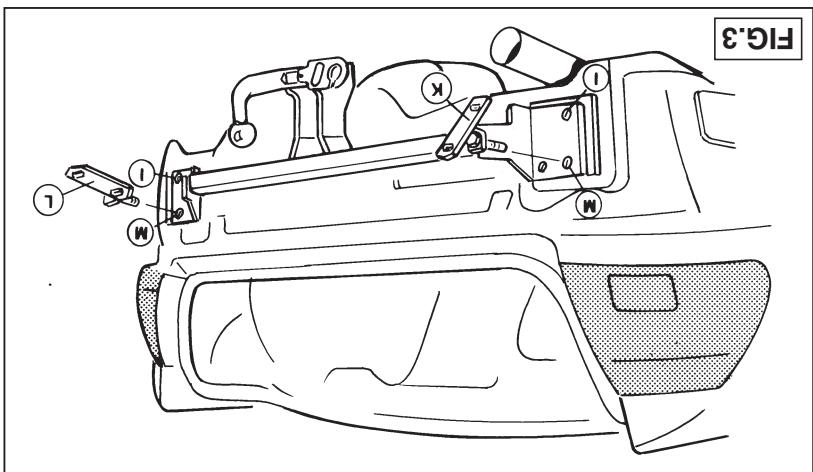

FIG.3
3. Plaats de trekhaak overeenkomstig fig.3. Bevestig t.p.v. de punten I twee bouten M12x40 inclusief sluitringen en zet deze overeenkomstig de tabel vast. Plaats overeenkomstig fig.3 en schets de bij de trekhaak meegeleverde bumpersteunen K en L in de bumper en zet deze met het originele bevestigmateriaal vast.
3. Fit the tow bar as shown in fig. 3. Fit two M12x40 bolts with flat washers at points I and tighten them to the values shown in the table. Fit the bumper brackets K and L supplied with the tow bar in the bumper, as shown in fig. 3 and the sketch, and fasten these with the original fasteners.
3. Die Kupplungsstücke mit Halterung gemäß Fig. 3 anbringen.
3. Colocar el gancho de remolque de acuerdo con la fig. 3. Fijar a la altura de los puntos I dos tornillos M12x40 inclusive arandelas planas y apretarlos de acuerdo con la tabla. Colocar en el parachoques de acuerdo con la fig. 3 y el croquis, los soportes de parachoques K y L
Positionner, conformément à la fig. 3 et au schéma, les supports de Pare-chocks K et L (formés avec l'attache-remorquage) dans le Pare-chocks de la fig. 4. Scier une partie de la garniture du Pare-chocks en aluminium conformément à la fig. 5. Dans la garniture du Pare-chocks en aluminium con- forme à la fig. 5, couper en pointille la partie qui est indiquée par une ligne courbe en pointille qui indique par une ligne (au milieu du Pare- chocs). Découper prépendiculairement la partie indiquée conformément aux autres figures 5.